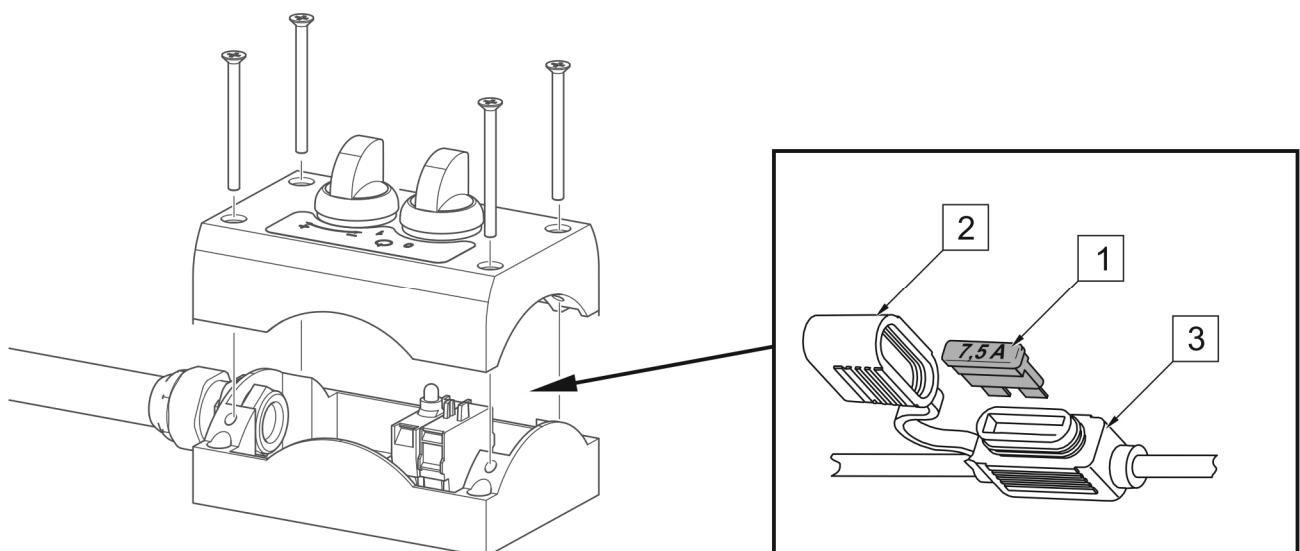

ABBILDUNG 5.16 Sicherung im Bedienfeld
(1) - Sicherung UNIVAL 7,5 A; (2) - Abdeckung; (3) - Gehäuse
Die Elektroinstallation für die Steuerung der Kehrmaschine verfügt über eine Sicherung (1) UNIVAL 7,5A, die im Bedienfeld installiert ist (ABBILDUNG 5.16). Wenn die Sicherung beschädigt ist, muss sie durch eine neue ersetzt werden.